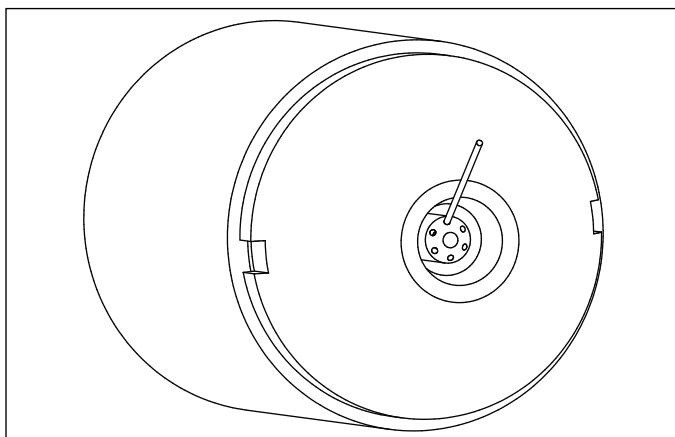

图 5.3. 油嘴位置调整
7. 把表 5.1 中指定的锥子插入图 5.3 所示的油孔，据此检查油孔和鼻锥的关系。该锥子的侧面应该只是接触到鼻锥的唇部。如果锥子很难插入到油孔，则存在如下两个可能的原因：